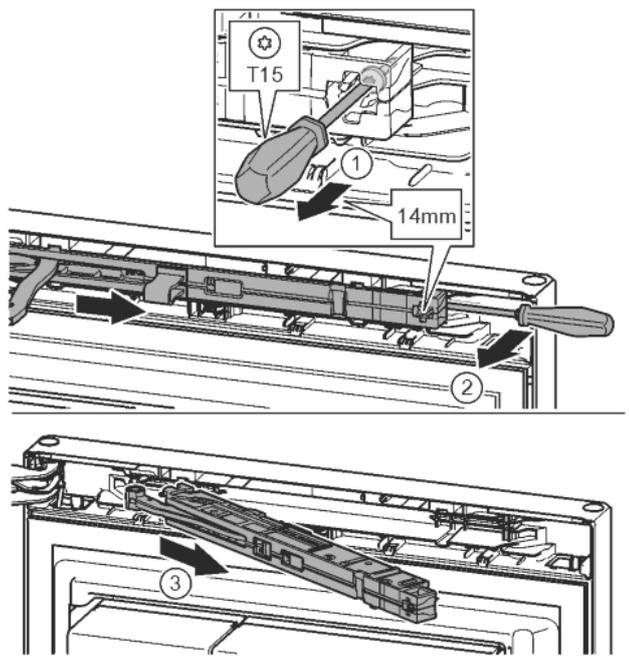

Fig. 10
- Allentare di ca. 14 mm la vite nell'unità dell'ammortizzatore di chiusura con il cacciavite T15. *Fig. 10 (1)*
- Portarsi con un cacciavite lato maniglia dietro l'unità dell'ammortizzatore di chiusura e ruotare in avanti. *Fig. 10 (2)*
- Estrarre l'unità dell'ammortizzatore di chiusura. *Fig. 10 (3)*